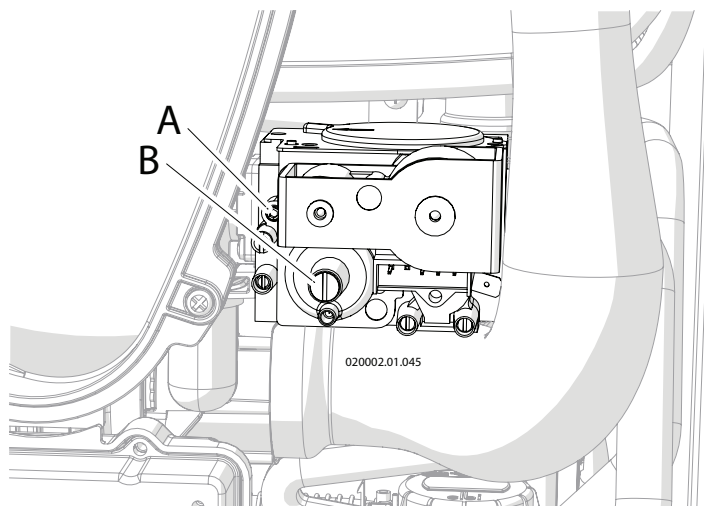

Figura 6-8 - Valvola gas
- 18.-aprire completamente la vite di regolazione del CO2 particolare "A" (Figura 6-8);